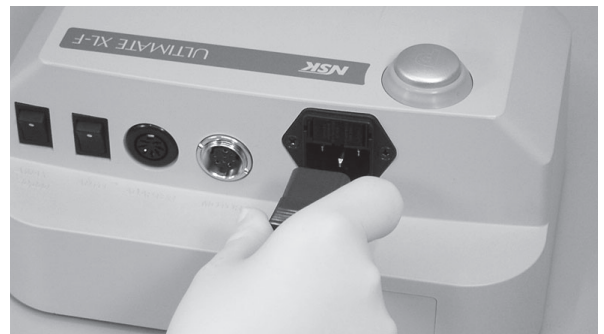

Abb. 2
(2) Anschließen des Netzkabels
Stecken Sie den Netzkabelstecker nach Ausrichtung entsprechend der Form fest in den ⑭ Netzeingang auf der Rückseite der Einheit (Abb. 2).